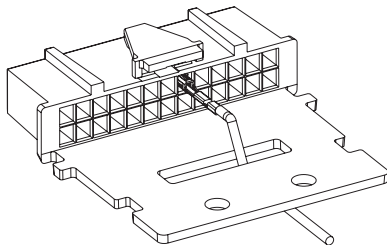

Рисунок 2a. Разгрузочное приспособление для провода
- Проведите провод с контактным наконечником через разъем, как показано на *рис. 2a*, или, в случае подключения к мобильной радиостанции нескольких аксессуаров, проведите провода, как показано на *рис. 2b*, и после выполнения шага 3 стяните кабельной стяжкой.